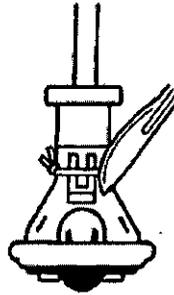

Figura 14. Utilice un escalpelo para cortar la sutura y separar la válvula del portaválvulas.
2. Para liberar la válvula de su portaválvulas, corte la sutura con un escalpelo (consulte la Figura 14). No intente sacar la sutura del portaválvulas.